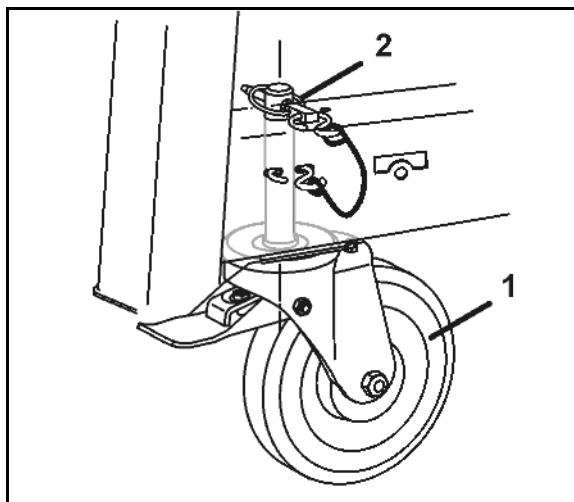

Рис. 43
2. Установите выпускной жёлоб (Рис. 43/1) с помощью болтов крепления (Рис. 43/2).